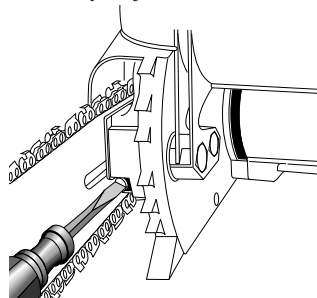
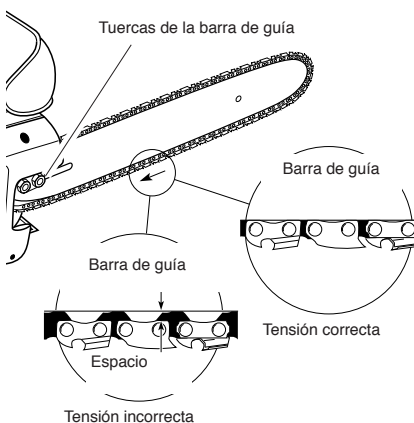

Figura 4 - Girando el Tornillo de Regulación
Figura 5 - Ajuste de la cadena serrada
2. Gire el tornillo de regulación en sentido horario hasta que no quede holgura en la cadena (vea la Figura 4). **Nota:** No debería haber separación entre los eslabones laterales de la cadena y la parte inferior de la barra guía (Vea la Figura 5).